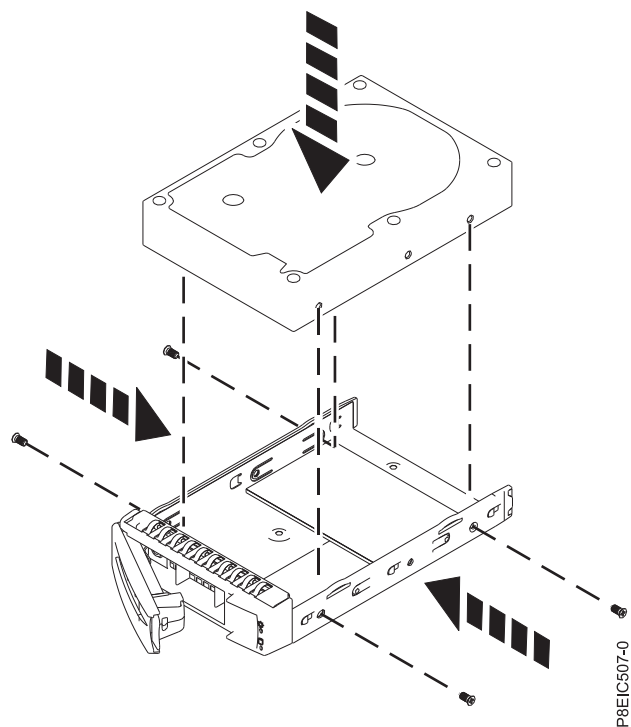

図 10. 3.5 型ドライブのトレイへの取り付け
- 3.5 型ドライブは、トレイ全体に収まります (13 ページの図 10 を参照)。ドライブをトレイの側面に 4 本のねじ (各側面に 2 本) で固定します。